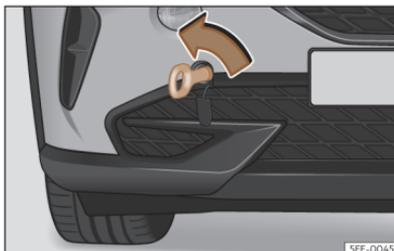

Fig. 200 Parte derecha del paracolpe delantero: argolla de remolque enroscada.
- Enrosque la argolla de remolque en el alojamiento girándola al máximo **en el sentido contrario al de las agujas del reloj** >>> **fig. 200** , >>> ⓘ. Utilice un objeto adecuado con el que pueda enroscar completa y firmemente la argolla de remolque en su alojamiento.